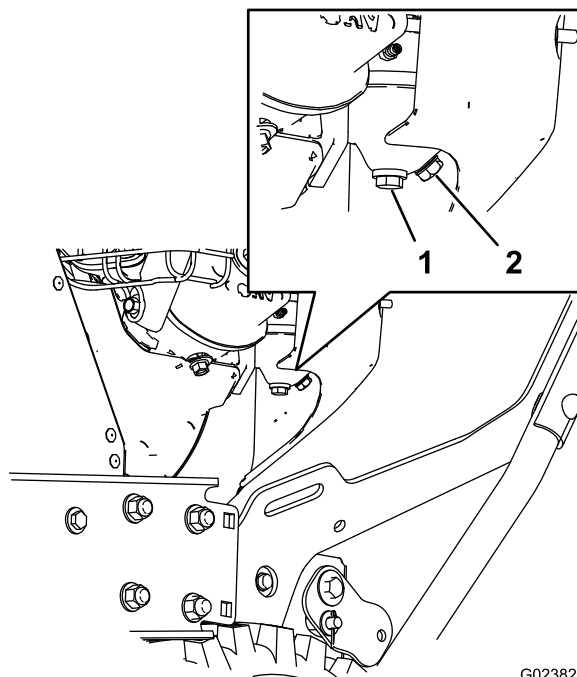

Figura 28
1. Localice el perno de vaciado situado en el orificio lateral de la cuba del carburador (Figura 28).